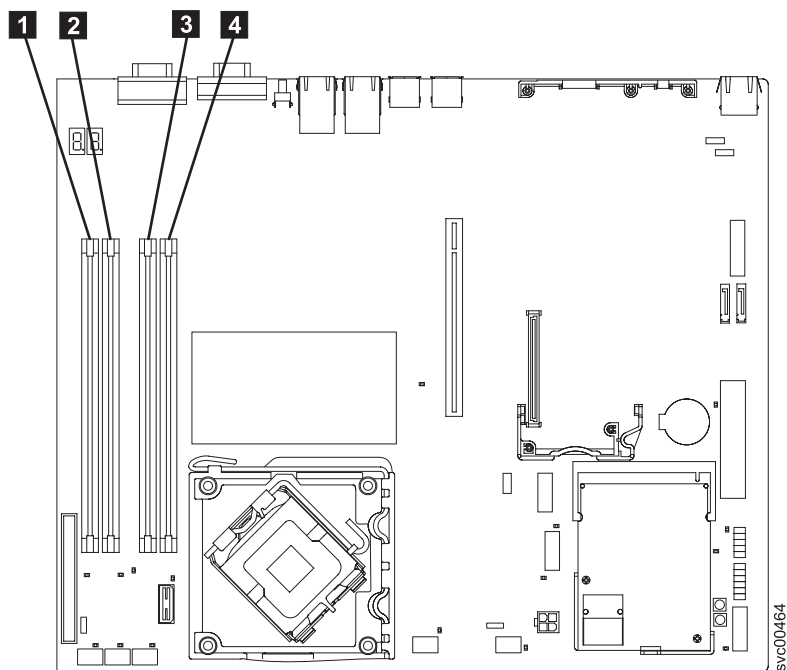

図 92. SAN ボリューム・コントローラー 2145-8A4 メモリー・モジュールの見つけ方
- SAN ボリューム・コントローラー 2145-8A4: これらのモジュールには、121 ページの図 92 に示すように、**1** から **4** の番号が付けられています。